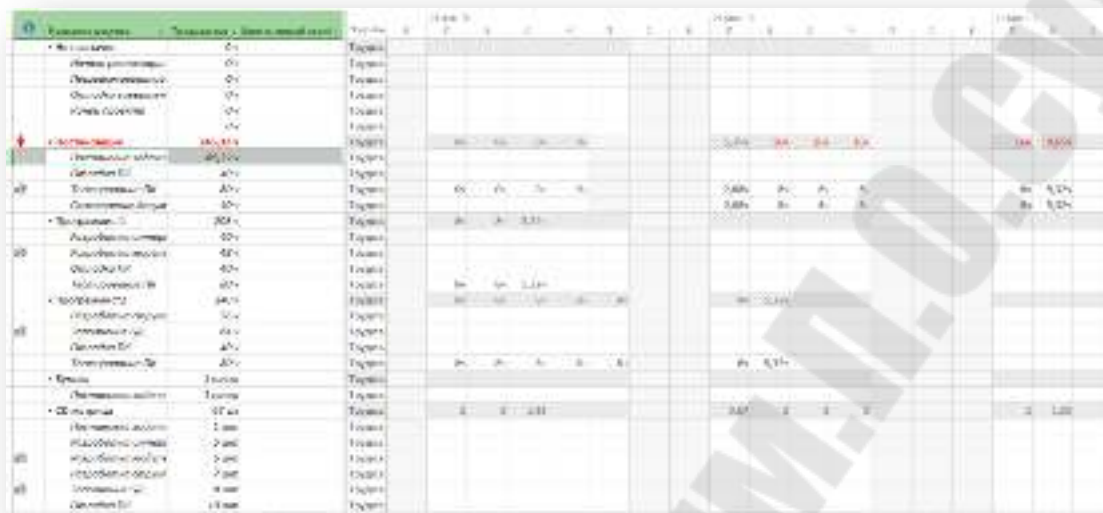

Рис. 2.51. Результат изменения профиля загрузки на Плоский
программного комплекса и Тестирование и исправление ошибок не имеют пересечений, в результате чего Программист1 и Программист2 оказались не перегружены (рисунок 2.51).
2. При помощи полосы горизонтальной прокрутки отобразить в правой таблице дни перегрузки (первый период перегрузки *Постановщика* с 5 по 12 марта) рисунок 2.51.